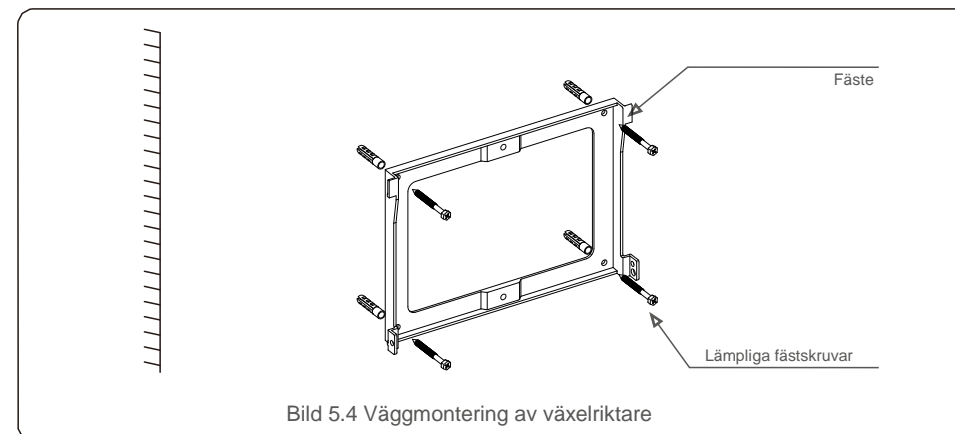
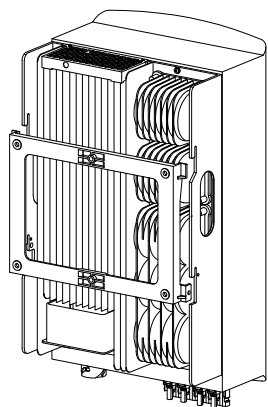

Bild 5.4 Vägghäring av växelriktare
Bild 5.5 Montering av växelriktare
Se bild 5.4 och bild 5.5. Växelriktaren ska monteras vertikalt.
1. Se bild 5.4, expansionsbulvhålen är baserade på diametern på fästhålerna (ST6.3 * 60 tvärförsänkta sexkantskruvar, HJ0108 10*50 mm expanderbara rör), med slagborrning med 10 mm borrhör för att förbli vertikal på väggen. Borrhålet måste vara vertikalt på väggen. Och alla borrhåls djup ska vara 60 mm.
2. Se till att fästet är horisontellt, och att monteringshålerna (i bild 5.4) är markerade korrekt. Borrhålerna i väggen där du har markerat.